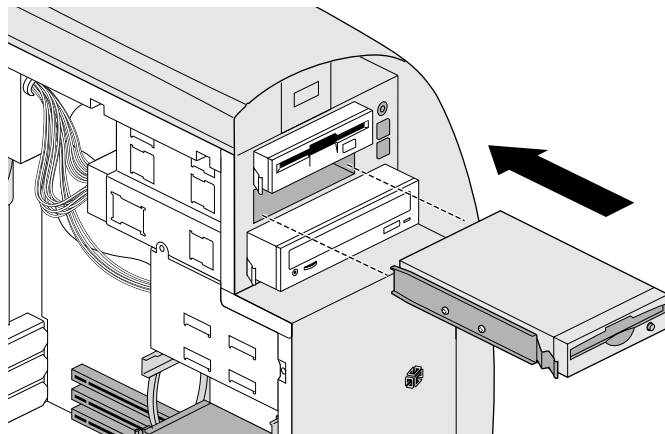

图 4-5 安装可拆除介质驱动器
8. 将驱动器滑入驱动器盘，直至进入正确位置。具体操作如图 4-5 所示。